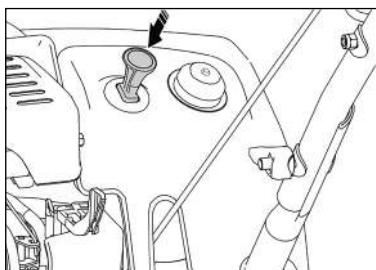

Рис. 9
- Нажмите на ключ двигателя для перемещения его в положение «Запуск» (рис. 9).